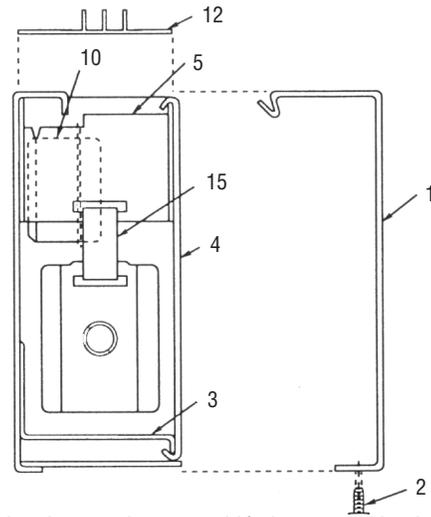
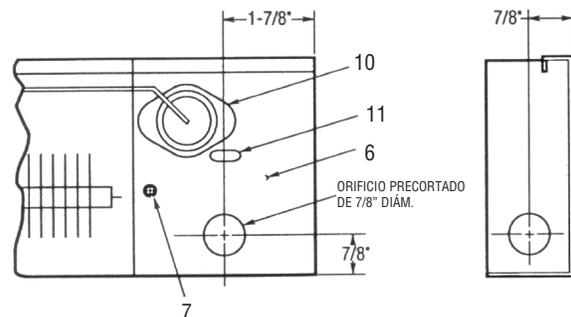

Figura 1
Figura 2. Detalle del orificio precortado
11. Al montar el calefactor, tenga cuidado de asegurar el calefactor a la estructura de la edificación y evite dañar los componentes internos del calefactor. No remueva la rejilla durante la instalación ya que esto podría cambiar la posición o dañar los cables internos instalados en fábrica, vea la Figura 1, ítem 12.
**NOTA:** No remueva la rejilla (12, Figura 1) durante la instalación.
1. Remueva las tapas (1) de las cajas de conexiones izquierda y derecha removiendo los tornillos (2).
2. Doble los ganchos de resorte (3) y levante la cubierta delantera (4) fuera de los soportes (5). Retire cuidadosamente el material de empaque protector fuera del área del elemento calefactor.
4. Introduzca el cable de suministro de energía a través del orificio precortado seleccionado en la caja de conexiones (6, Figura 2).
6. Sujete el calefactor a la pared, utilizando los orificios de montaje ranurados (11) ubicados en cada caja de conexiones. Vea la Figura 2. Se sugieren los siguientes modos de montar los calefactores en tipos comunes de superficies de pared:
4. Sujete el calefactor a la pared, utilizando los orificios de montaje ranurados (11) ubicados en cada caja de conexiones. Vea la Figura 2. Se sugieren los siguientes modos de montar los calefactores en tipos comunes de superficies de pared: